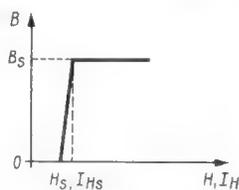

Bild 5. Magnetisierungskurve mit ausgeprägtem Sättigungsknick
quenz. Dimensioniert man nach der Bemessungsvorschrift (2), d. h. ist $U_1 = U_B$, dann gilt für die Primärwindungszahl bei Annahme einer rechteckigen Magnetisierungskurve und bei einem Magnetisierungsstrom I_{HS} im Sättigungsknick (Bild 5), der klein gegen den übersetzten Basisstrom \bar{I}_B/\bar{u} ist (d. h. bei annähernd rechteckförmiger Spannung u_1), die Formel
B_S = Sättigungsinduktion (Bild 5)
Damit die Treiberspannung u_1 während der Halperiode möglichst konstant bleibt, muß der Magnetisierungsstrom vor Einsetzen der Sättigung klein gegen den übersetzten Basisstrom sein. Andererseits erzeugt ein sehr kleiner Magnetisierungsstrom bei seinem Sättigungsanstieg nur einen verhältnismäßig geringen Spannungsabfall am Widerstand R_K , so daß der Umschaltvorgang nicht kräftig genug eingeleitet wird. Ein günstiger Kompromiß für den Sättigungswert I_{HS} (Bild 5) des Magnetisierungsstromes liegt im Bereich
wie möglich zu halten; denn mit steigendem Restluftspalt wird die Scherung der Magnetisierungskurve (Bild 5) größer, um so schlechter wird daher das Umschaltverhalten des Wandlers. Bei Kernen mit wenig ausgeprägtem Sättigungsknick wird sich mit dem Wert s auch die Frequenz ändern. Erfahrungsgemäß kann bei normalem Aufwand mit einem wirksamen Restluftspalt $s \approx 0,02 \text{ mm}$ gerechnet werden. Im vorliegenden Fall ergibt sich aus Gleichung (5) mit den Zahlenwerten des vorigen Abschnittes